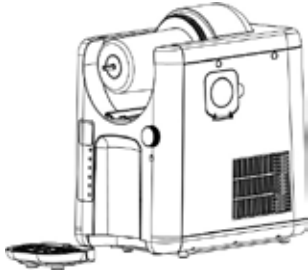

Fig. 1
8. Deslice la bandeja de goteo en la parte inferior del aparato (fig. 1)